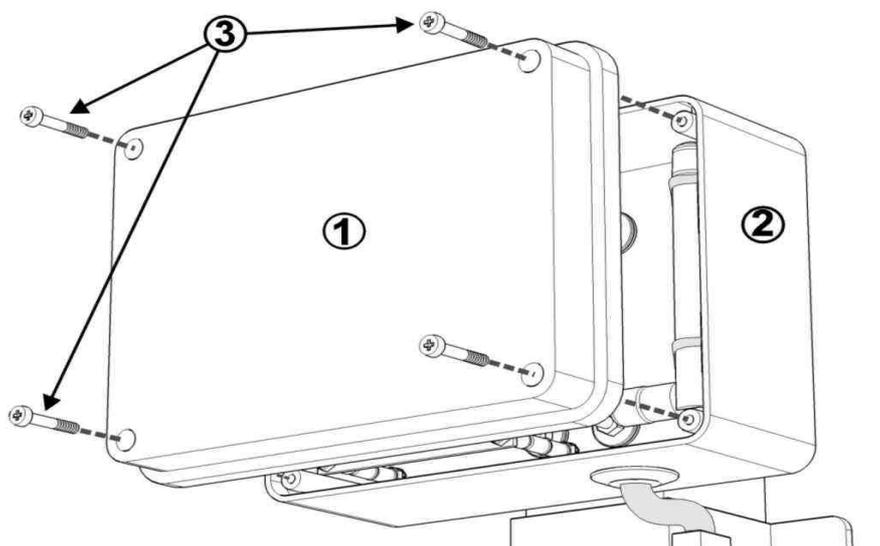
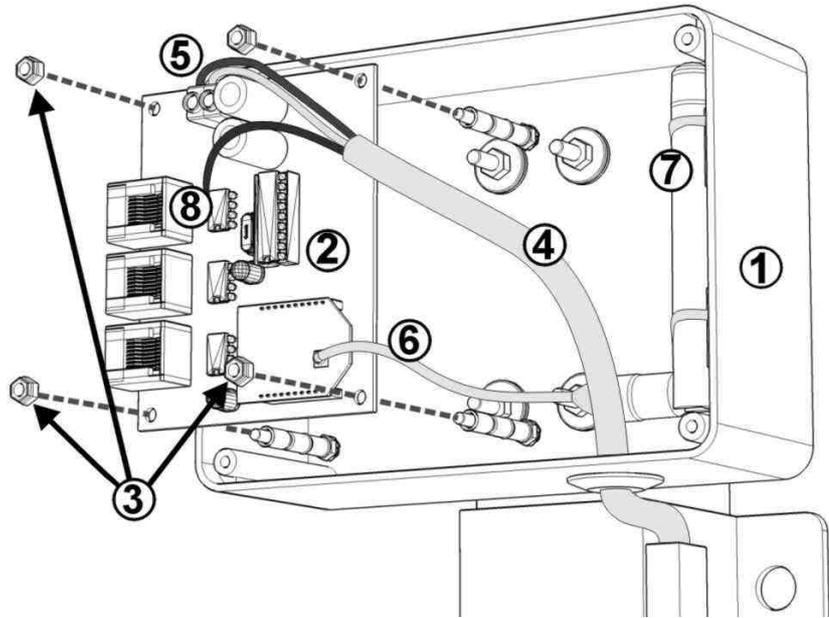

Fig. 4: Desmontaje de la tapa
Fig. 5: Tarjeta controladora
3. Abrir la tapa del Receptor de radio y observar el comportamiento del LED rojo del Receptor de radio (Fig. 4 y Fig. 5):
2. Desmontar la tapa del Receptor de radio desatornillando los 4 tornillos frontales (Fig. 4).
3. Desenchufar el cable de la antena del conector del módulo de radio y desconectar de los bornes los 3 cables con un destornillador, anotando su posición (Fig. 5).
4. Quitar las tuercas y sacar la tarjeta controladora de su alojamiento (Fig. 5).